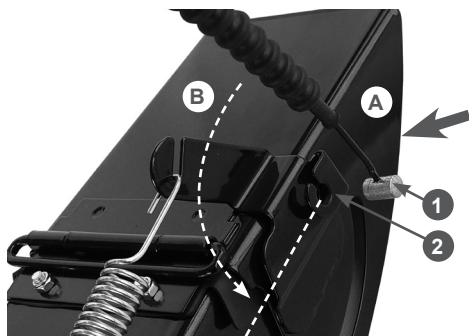

Рис. 21 Установка наконечника троса управления дефлектором жёлоба
- вставьте наконечник 1 троса в кронштейн 2 до упора, одновременно продевая трос через прорезь в кронштейне (действие А), после чего проверните трос в кронштейне на 90 градусов (действие В), как показано на Рис. 21;